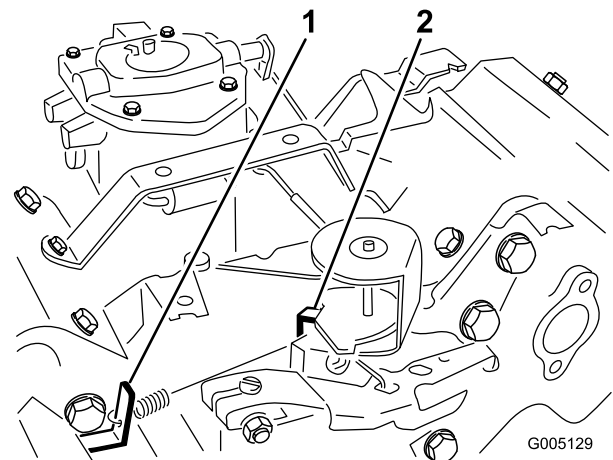

Figura 36
3. Doble la pestaña de anclaje del muelle de regulación del ralentí (Figura 36) hasta obtener una velocidad de ralentí de 1625 ± 100 RPM. Compruebe la velocidad con un tacómetro.
5. Mueva el control del acelerador a la posición de Rápido. Doble la pestaña de anclaje del muelle de alta velocidad (Figura 36) hasta obtener una velocidad de ralentí alto de 2850 ± 50 RPM.